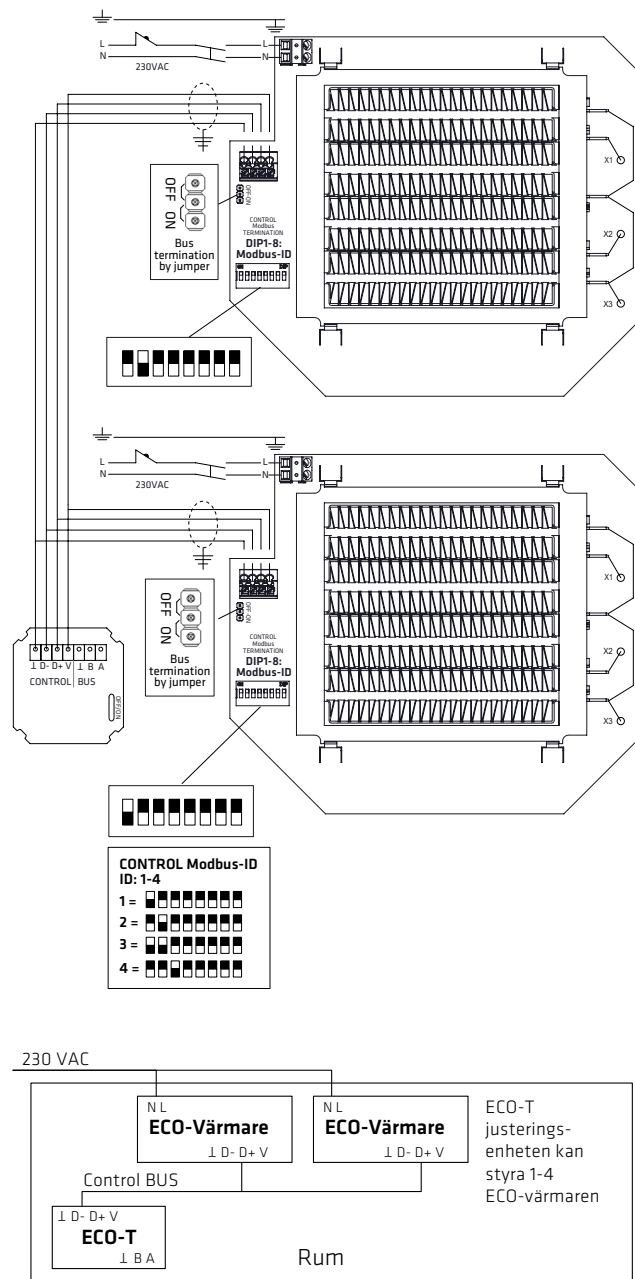

Bild 3.3
4. Anslutningsmotståndet aktiveras genom att bygeln i anordningens terminering flyttas till ON-läge vid bussens första och sista anordning enligt bild 3.3.